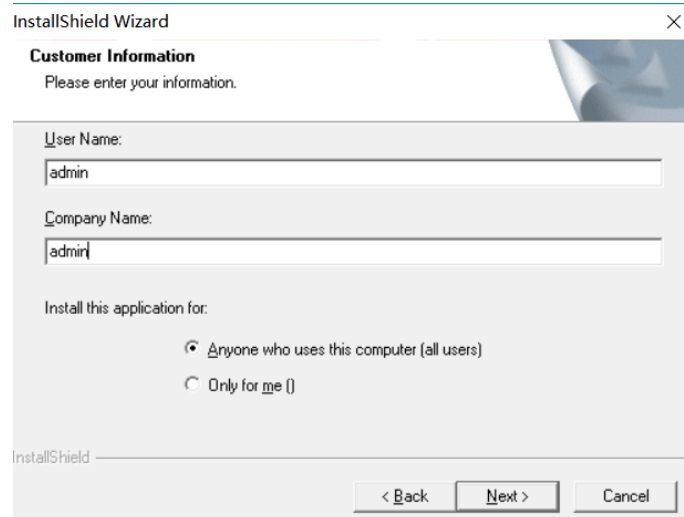

图 4.8 填写注册信息
2. 填写注册信息，点击 **Next**，如图 4.8 所示。